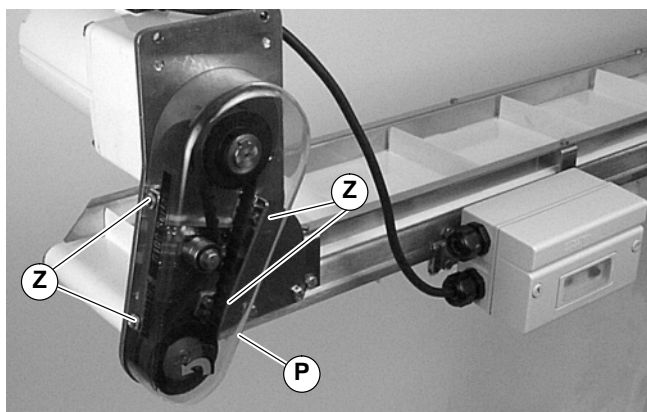

Abbildung 13
1. Die vier (4) Schrauben (Z von Abb. 13) lösen, und die Abdeckung entfernen (P).
**HINWEIS:** Die Schrauben (siehe Z Abbildung 13) nicht zu fest anziehen.
6. Die Abdeckung (P von Abb. 13) wieder installieren, und die vier (4) Schrauben (Z) mit 4 Nm festziehen.